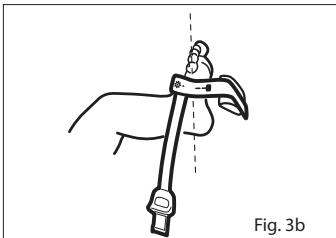

Fig. 3b
- Reportez-vous à la Fig. 3b. Dirigez le câble du capteur vers la cheville (ou le poignet). Appliquez le détecteur autour de l'aspect latéral du pied (ou de la main) en l'alignant avec le quatrième orteil (ou doigt). La fenêtre du détecteur doit être complètement couverte pour assurer la précision des mesures.